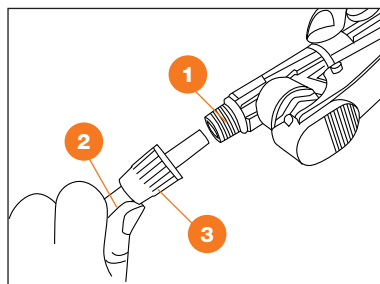

Рис. 4
2. Соедините рукоятку управления **1** и телескопическую штангу **2** с помощью контргайки **3** (Рис. 4).